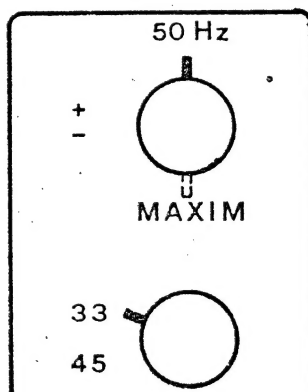

BILD 4
6. Jetzt drehen Sie das Potentiometer für die Feinregulierung P 1 auf Anschlag im Uhrzeigersinn und vergleichen Sie seine Position mit dem Bild 4.
7. Feinregulierungs-Potentiometer P 1 in die Position 50 Hz (gemäß Bild 4) zurückdrehen. Jetzt sollen die oberen Balken auf dem Stroboskopring stillstehen. (Die oberen